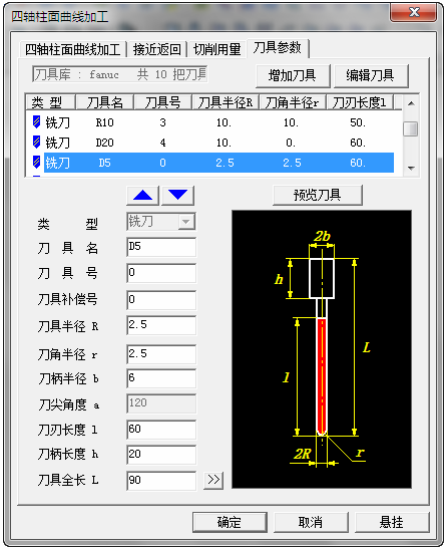

图 8-233 “刀具参数”选项卡
4) 单击“刀具参数”选项卡,选择刀具名称为“D5”的铣刀,“刀具参数”数值如图 8-233 所示。